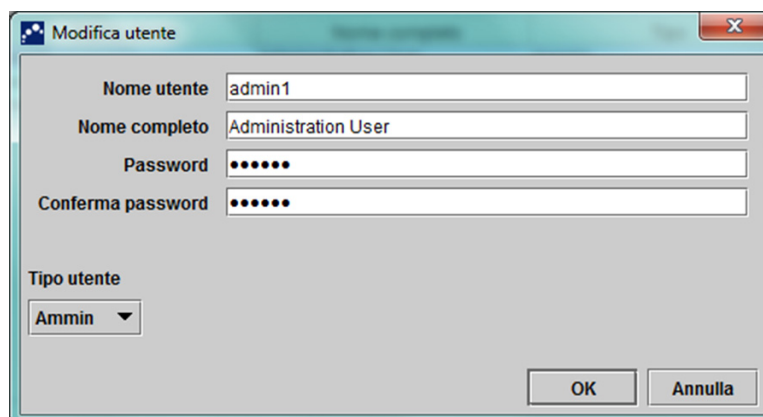

Figura 2-73. Finestra di dialogo Modifica utente
3. Fare clic su **Modifica**. Verrà visualizzata la finestra di dialogo Modifica utente. Vedere la Figura 2-73.